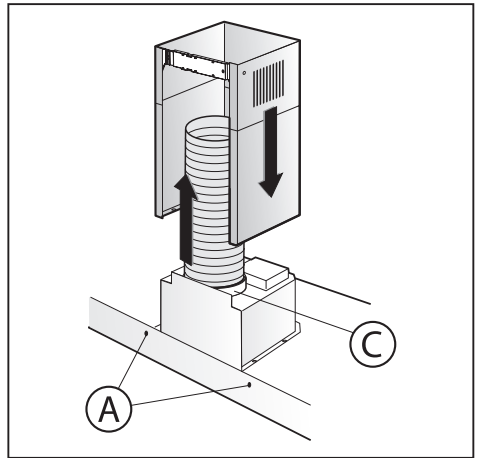

Fig.3
- A regolazione avvenuta fissare la cappa definitivamente tramite le 2 viti **A** (Fig.3).
- Collegare, mediante un tubo di raccordo, la flangia **C** al foro evacuazione aria (Fig.3).